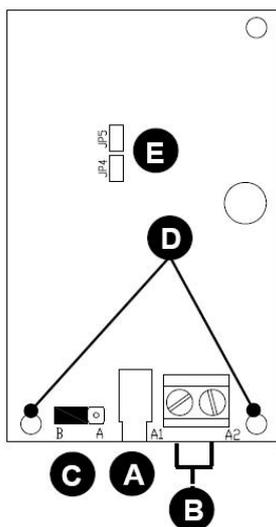

Figura 37 - Scheda sintesi vocale SV500N
**SELEZIONE DELLE LINGUE:** Selezionare la lingua desiderata mediante i ponticelli JP4 e JP5 (Figura 37 - E)